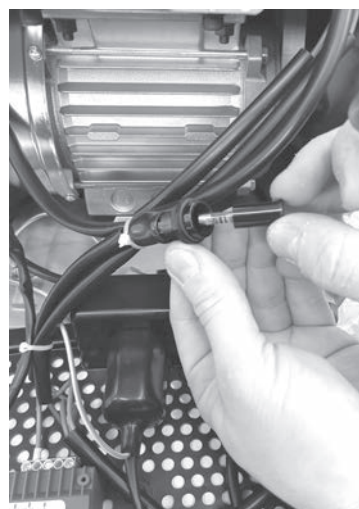

Fig. 45
- 3) Replace the fuse (Fig. 45).